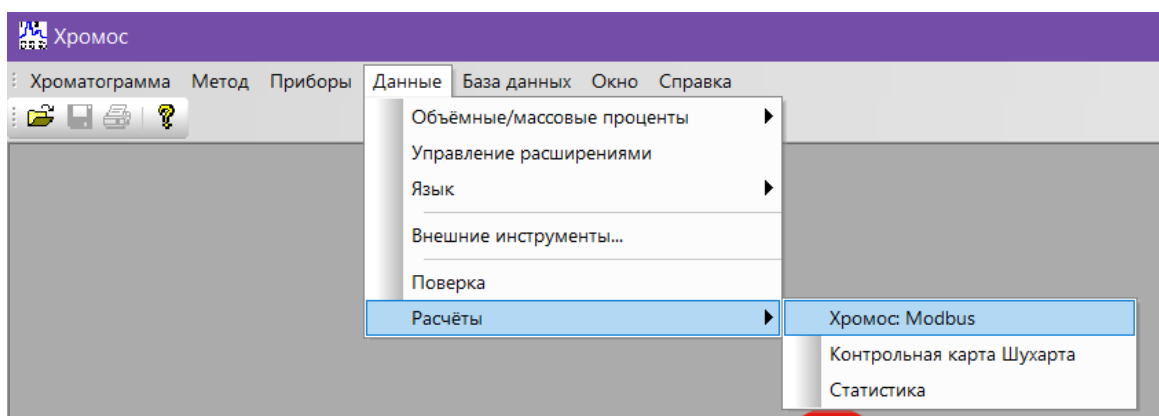
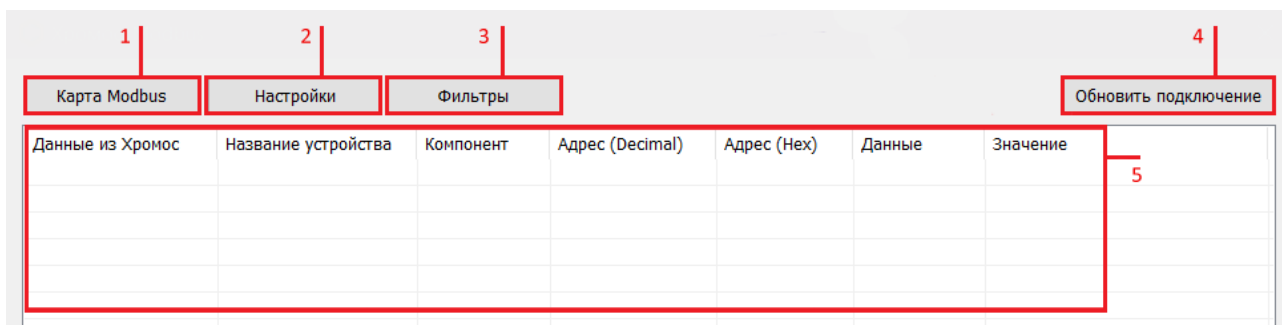

Рис. 2. Запуск дополнения в ПО «Хромос»
Рис. 3. Основное окно программы
3. В меню *Данные* выберите **Расчёты** > **Хромос: Modbus** (Рис. 2). Откроется окно программы (Рис. 3).
Основное окно программы (Рис. 3) состоит из следующих элементов: